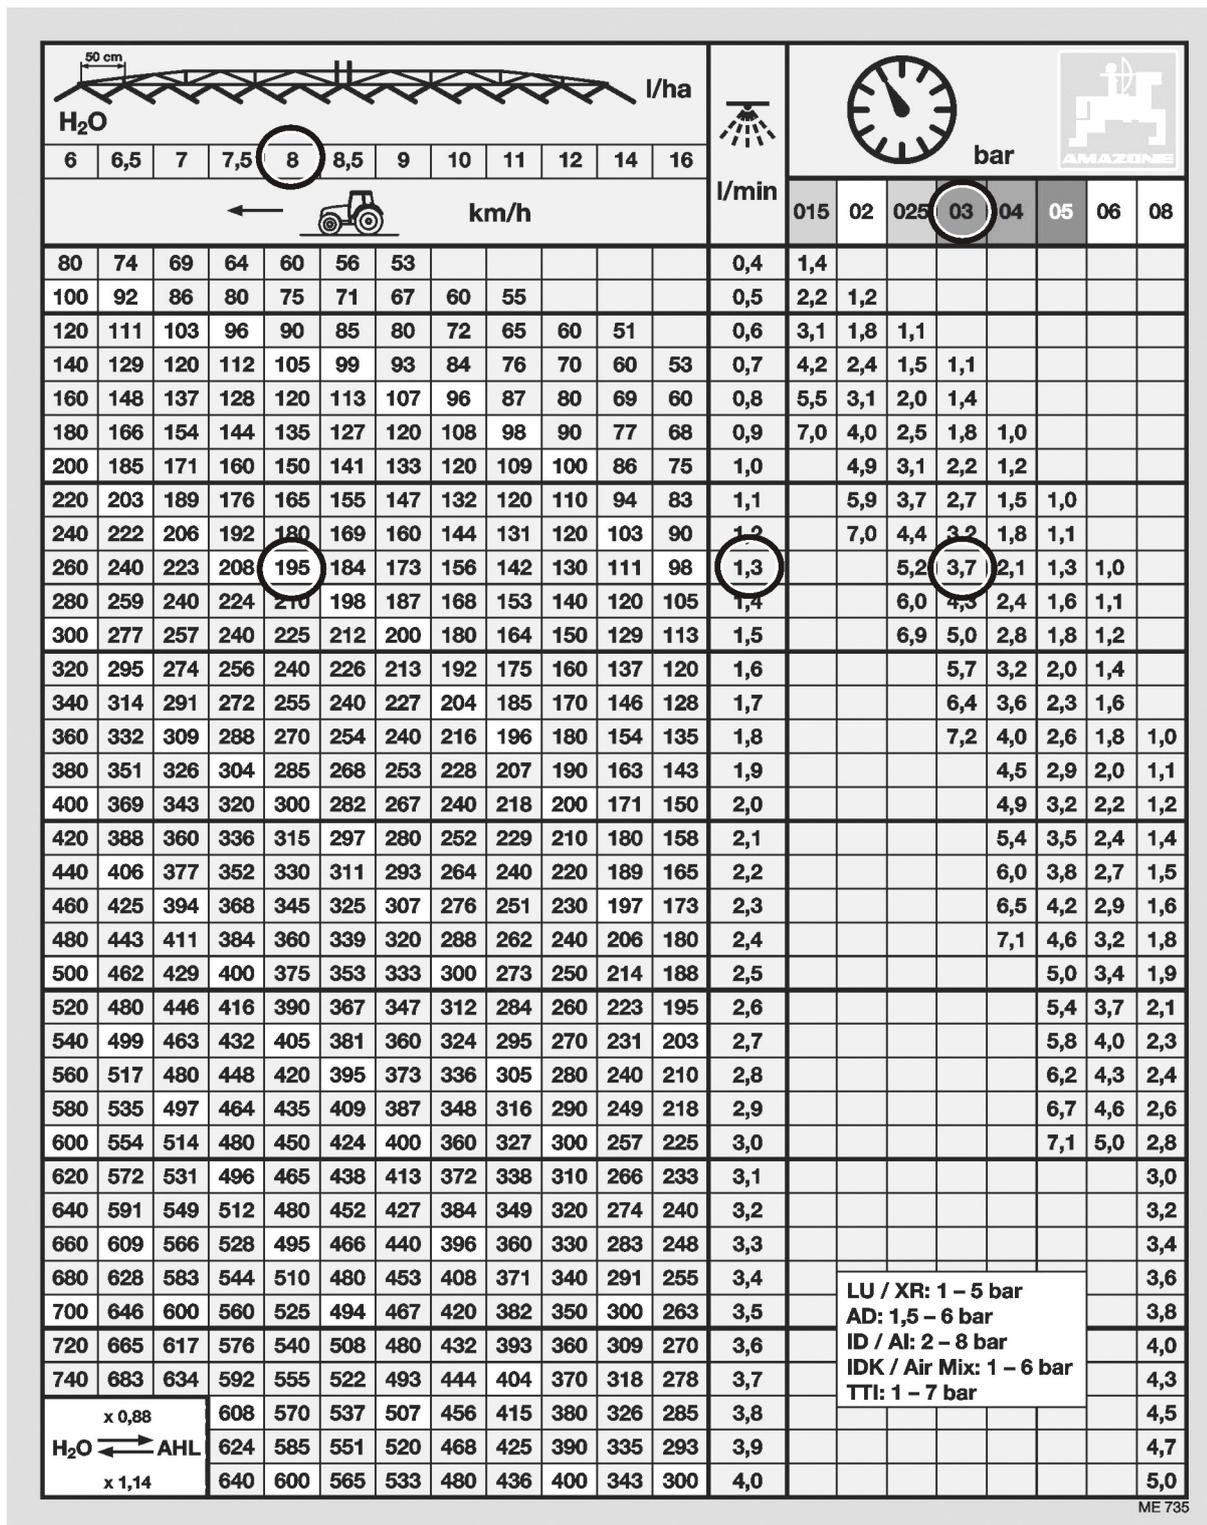

Fig. 152
4. Wechseln Sie in die Spritztabelle (Fig. 152).